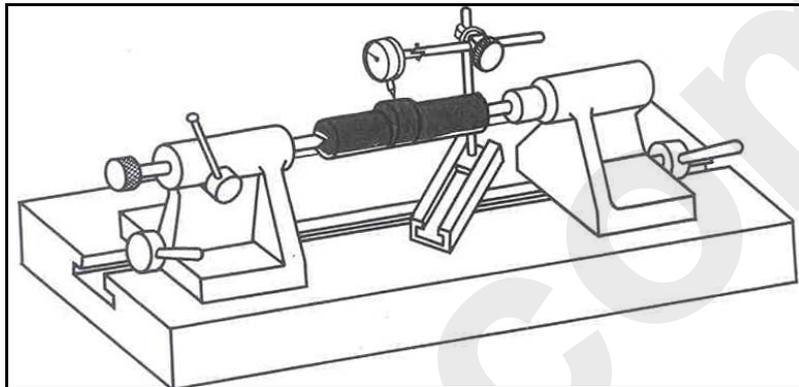

Figura 19 – Verifica dell'eccentricità del pezzo.
4. Se necessario, verificare l'eccentricità del pezzo, utilizzando un comparatore e facendo ruotare lentamente il pezzo (a mano) dopo averlo fissato tra le punte (vedere la figura 19).